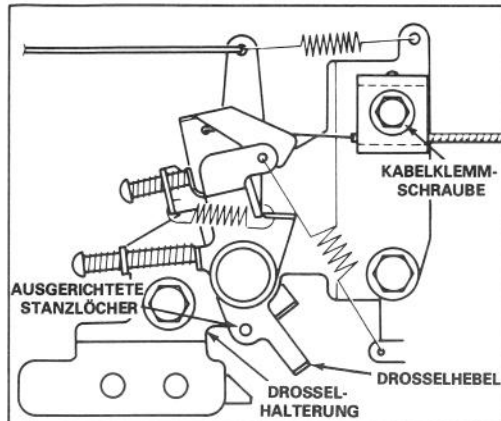

Bild 13
4. Schraube der Kabelklammer lösen, bis Drosselkabel gleitet (Bild 13). Stanzlöcher in Drosselkabel und Drosselhalterung ausrichten. Drosselkabel leicht anziehen, um jegliches Spiel zu beseitigen, und Schraube der Kabelklammer anziehen, um die Einstellung fest zu verriegeln.